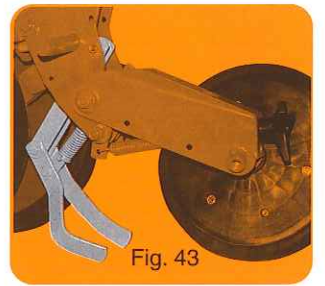

Fig. 43
- Raclettes flexibles (fig. 43).
- Flexible scrapers (fig. 43).
- Rasquetas flexibles (fig. 43).